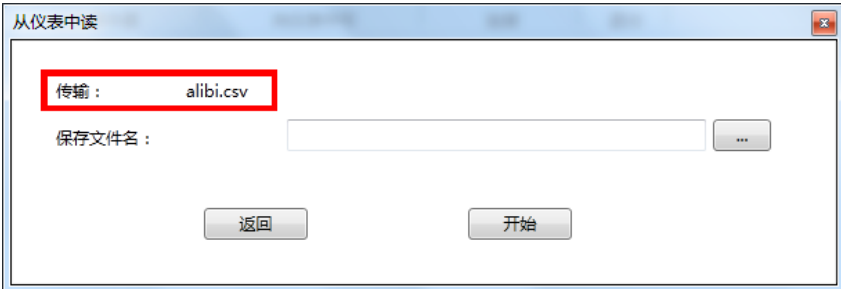

图 3-2: 从仪表中读对话框
3. 用户点击“从仪表中读”图标，进入“从仪表中读”对话框，如图 3-2 所示，在“保存文件名：”输入框内输入文件名，从仪表中读取的文件最终将以此文件名保存。
■ 注意：为了避免选错文件，用户在图 3-1 中选择的文件对应文件名将出现在“从仪表中读”对话框中，即图 3-2 中框出来的部分。